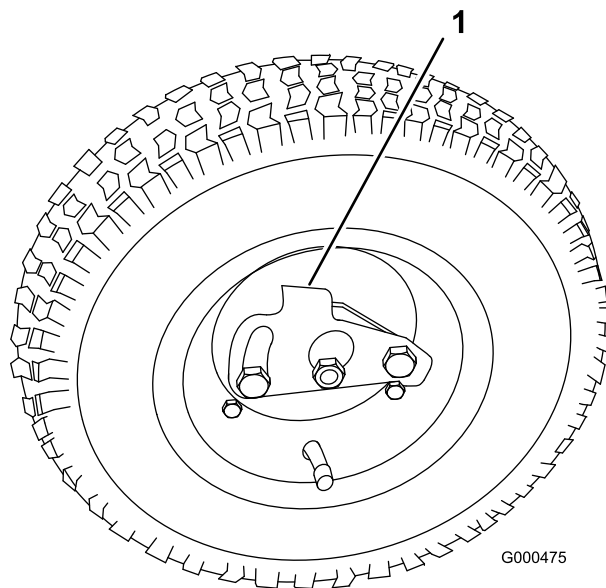

图8
2. 将行走轮锁定夹压向轮的中心，然后将行走轮滑到六角轴上（图8）。